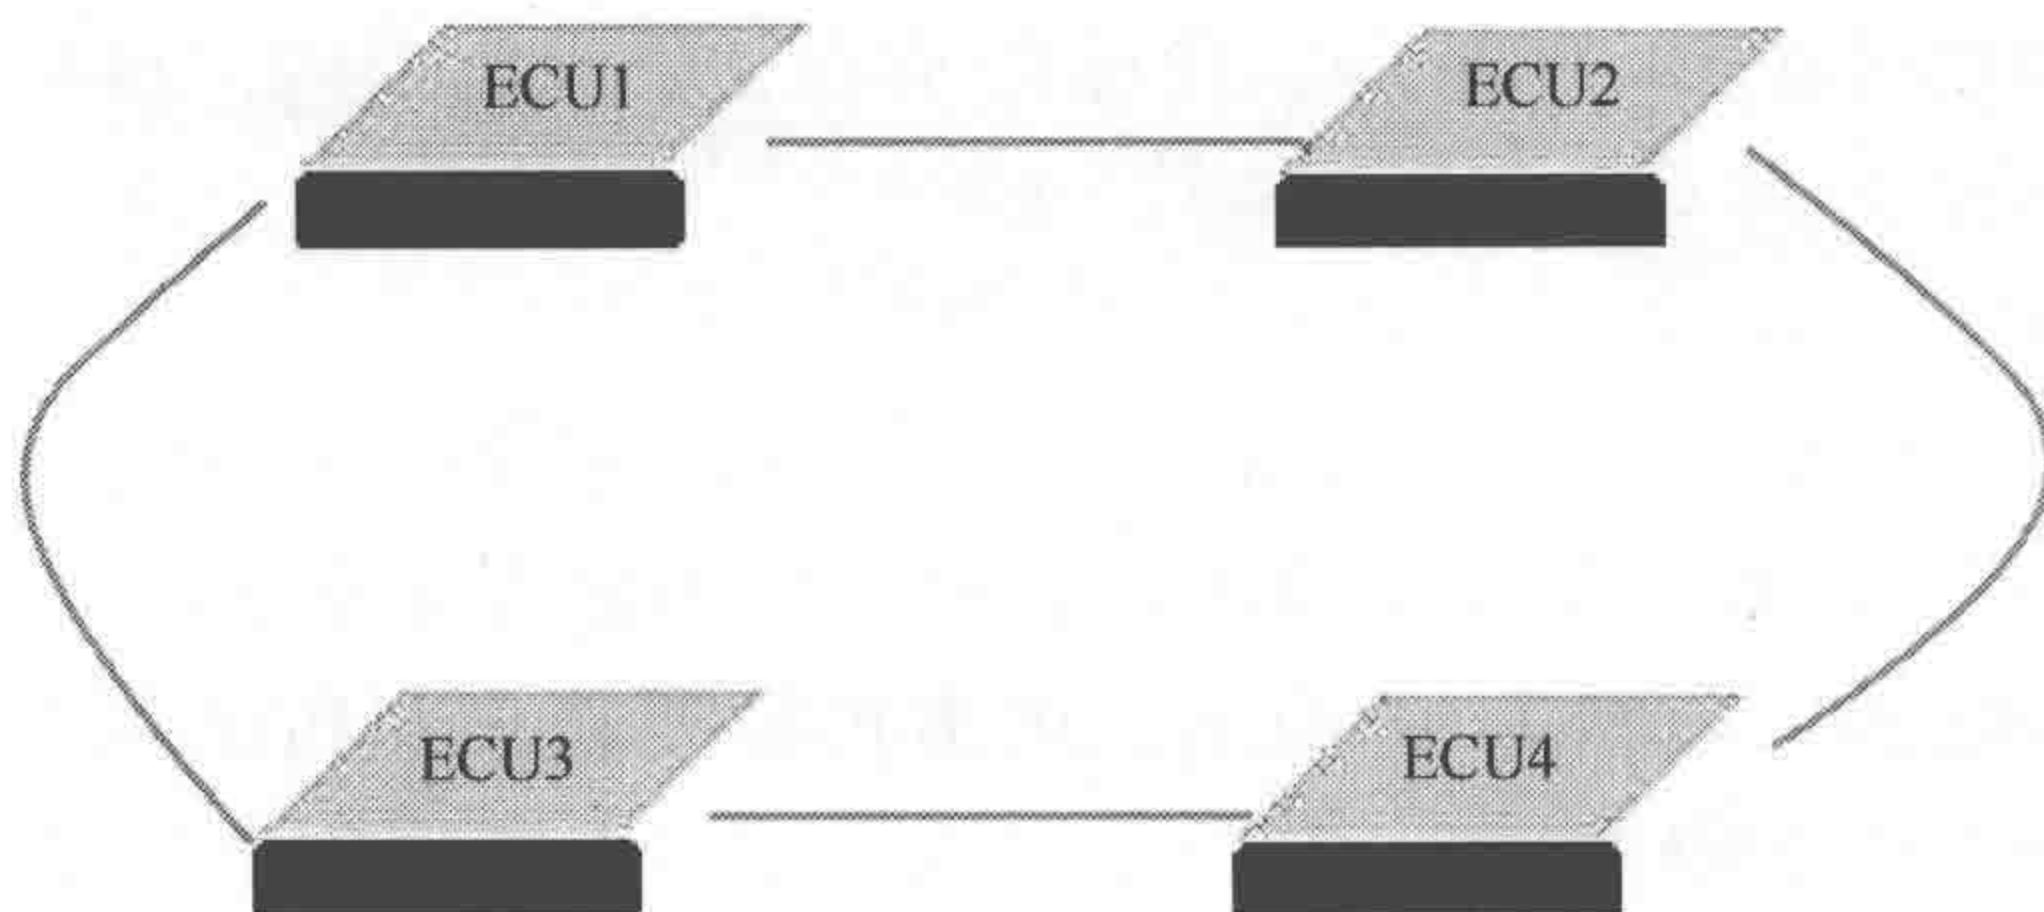

图 1-4 环形网结构
(3) 环形网 如图 1-4 所示，环形网是指电控单元（ECU）通过网络部件连到 1 个环形物理链路（传播媒介网）中，其优点是信息在网络中传输实时性好、传输数据量大及抗干扰能力强，每个节点只与其他 2 个节点有物理连接；缺点是 1 个节点故障可能影响整个网络，可靠性较差，网络扩充时要对整个网络进行重新排序，在增加功能时需添加电控单元，相对比较复杂。